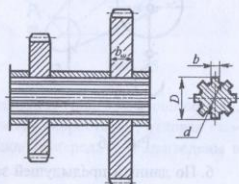

Рис. 39
2. Подобрать по ГОСТ неподвижное шлицевое соединение шестерён с валом (рис. 39) и проверить его на прочность. Диаметр вала D и передаваемый вращающий момент T приведены в табл. 39.